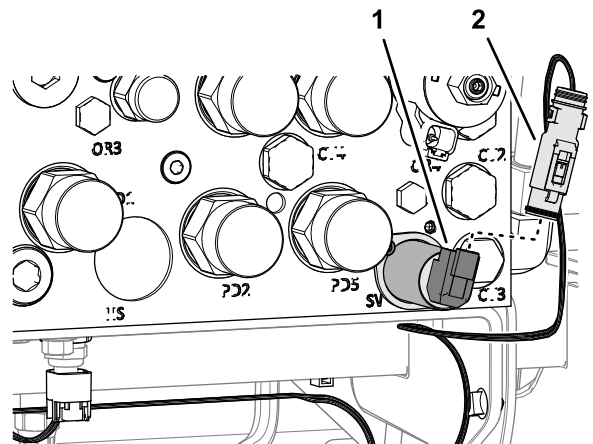

Figura 16
1. Desconecte el conector hembra de 2 vías del arnés de cables de la máquina marcado TRACTION MOW/TRANSPORT del conector de 2 pines de la válvula de solenoide del orificio SV del distribuidor de tracción (Figura 16).